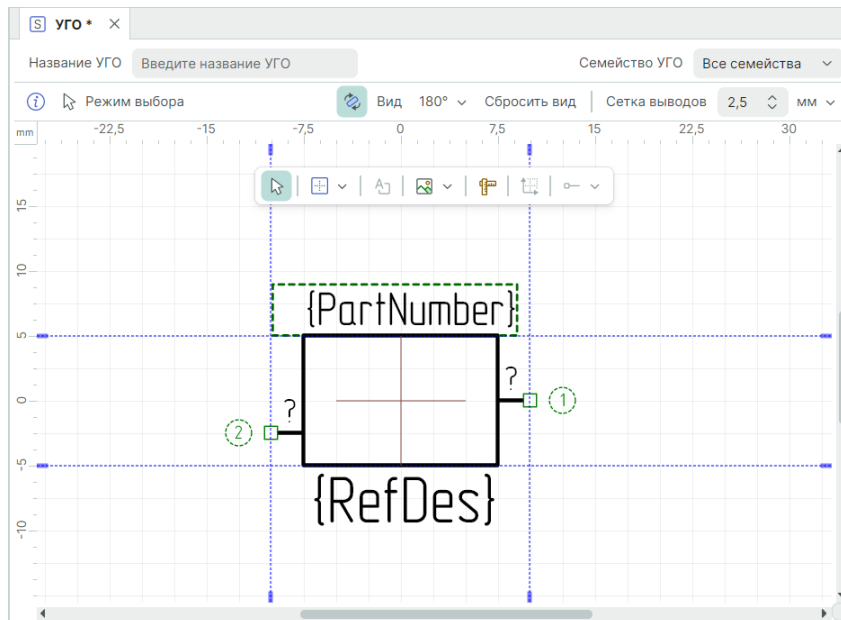

Рис. 183 Настройка параметров графики и атрибутов для отличного от базового представления (при повороте на 180°)
6. Переключитесь на следующее выбранное представление (например, «180°») и настройте графику УГО и атрибуты, см. Рис. 183.